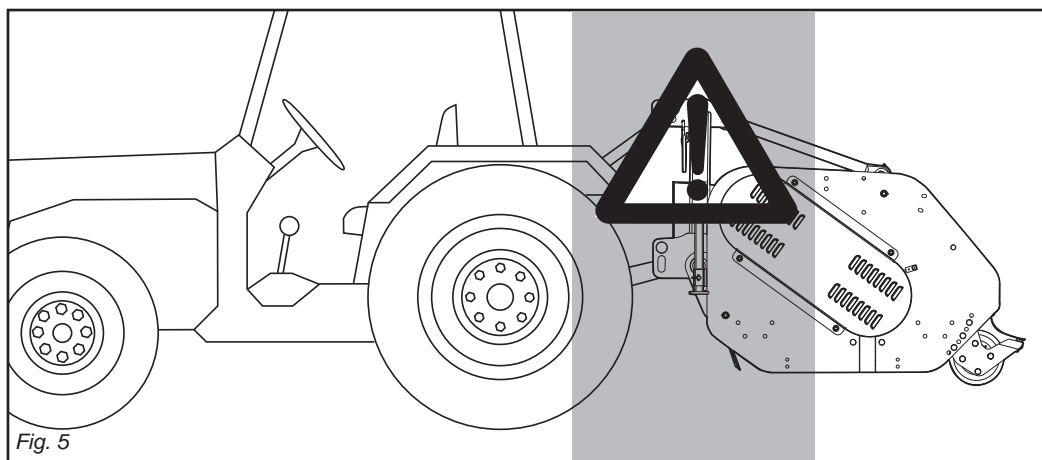

Fig. 5
- 30)** È assolutamente vietato interporre fra il trattore e l'attacco della macchina per manovrare il comando dall'esterno per il sollevamento (Fig. 5).
- 27)** It is absolutely forbidden to stand between the tractor and the implement (Fig. 5) when the engine is running and the cardan shaft is engaged without having first engaged the hand brake. Keep a safe distance from the shredder at work to avoid being hit by possible flying stones, etc.
- 30)** It is absolutely forbidden to stand between the tractor and the implement when manoeuvring the lift control from the outside (Fig. 5).
- 27)** Il est absolument interdit de se mettre entre le tracteur et l'appareil (Fig. 5) quand le moteur est en marche et le cardan enclenché, sans avoir tiré le frein de stationnement. Se tenir à une distance de sécurité du broyeur en fonctionnement, à cause du lancement possible d'objets contondants.
- 30)** Il est absolument interdit de se mettre entre le tracteur et l'attelage pour manoeuvrer la commande de relevage de l'extérieur (Fig. 5).
- 27)** Es ist absolut verboten, bei laufendem Motor und eingeschalteter Gelenk-welle zwischen den Schlepper und das Gerät zu treten (Abb. 5). Dazu muß die Feststellbremse gezogen werden. Achten Sie bei der Arbeit mit der Häckselmaschine auf den nötigen Sicherheitsabstand aufgrund der Auswurfgefahr stumpfer Gegenstände.
- 30)** Es ist absolut verboten, zwischen den Schlepper und den Anschluß zu treten, um die Aushebung von außen zu betätigen (Abb. 5).
- 27)** Está terminantemente prohibido colocarse entre el tractor y el equipo (Fig. 5) con motor encendido y cardán inserido, o sin haber accionado el freno de estacionamiento. Manténgase a una distancia de seguridad del triturador durante el trabajo, porque puede proyectar objetos.
- 30)** Está absolutamente prohibido colocarse entre el tractor y el enganche para maniobrar el mando desde el externo en la fase de elevación (Fig. 5).